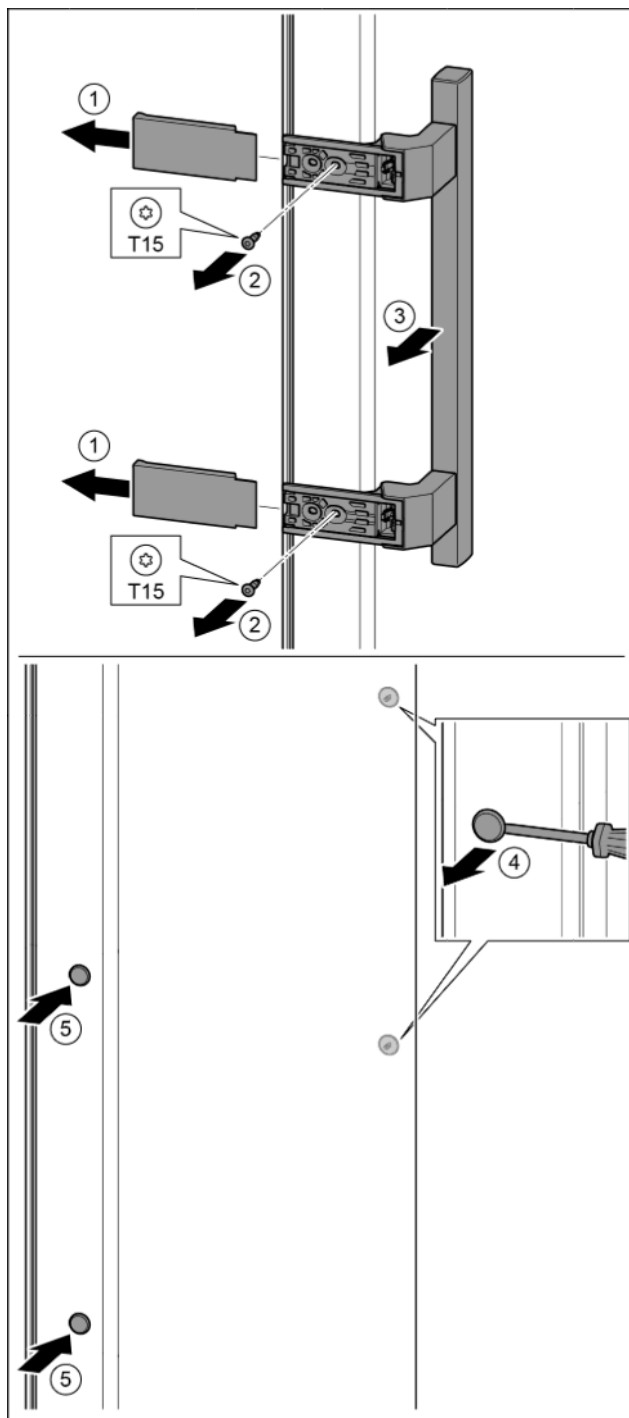

Fig. 16
- ▶ Stáhněte kryt. Fig. 16 (1)
- ▶ Šroubovákem T15 vyšroubujte šrouby. Fig. 16 (2)
- ▶ Sejměte madlo. Fig. 16 (3)
- ▶ Postranní zátku opatrně plochým šroubovákem nadzvedněte a vytáhněte. Fig. 16 (4)
- ▶ Zátku opět vložte na druhou straně. Fig. 16 (5)